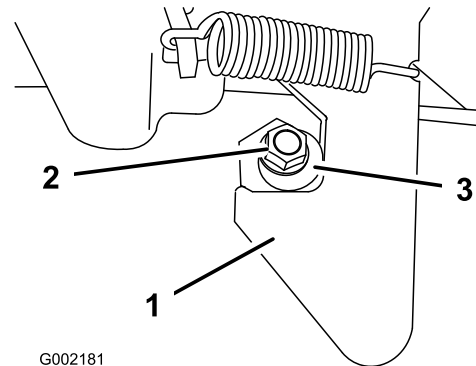

Figura 60
1. Afloje la contratuerca del extremo del tope del enganche (Figura 60).
2. Gire el tope del enganche en sentido horario hasta que quede apretado contra el enganche (Figura 60).